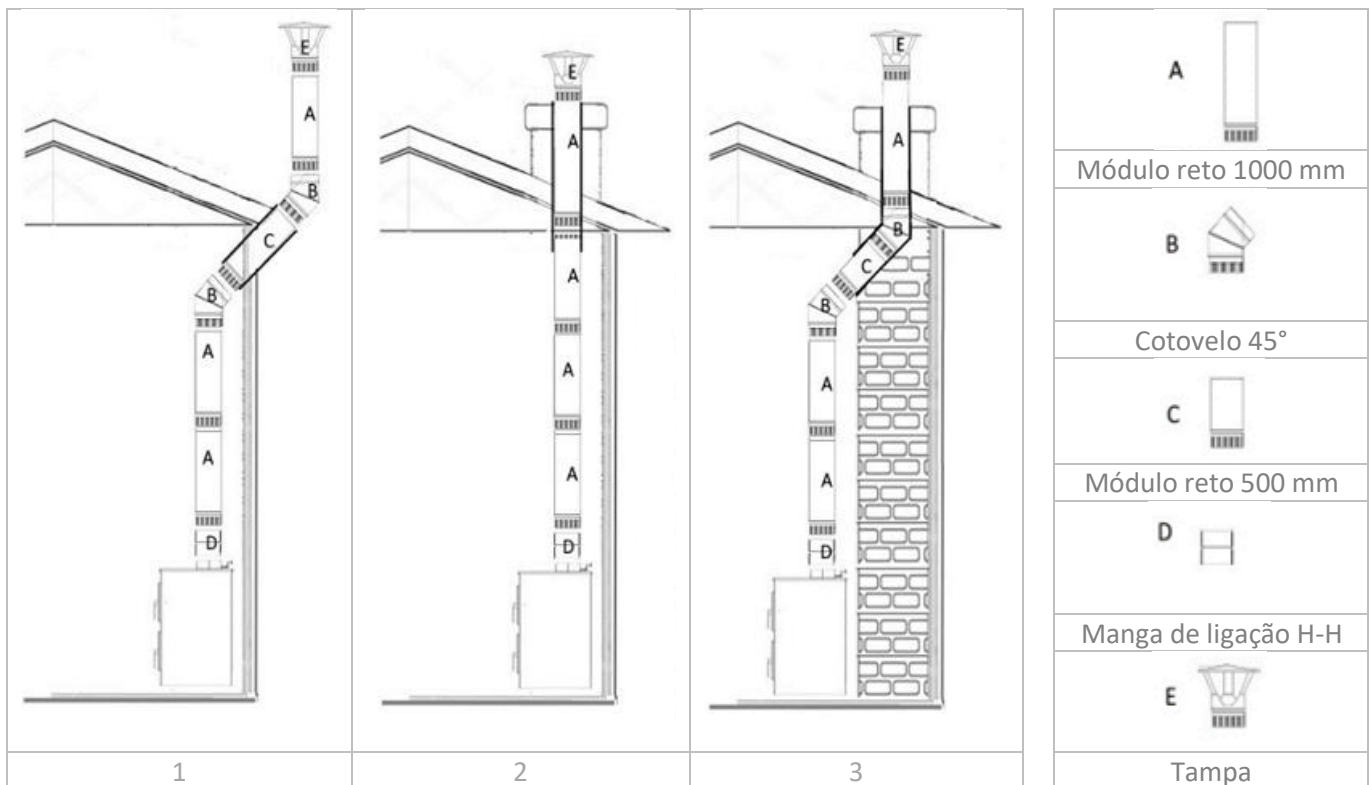

Figura 2
3. **SECÇÃO VERTICAL (A).** O comprimento total do tubo vertical necessário para atingir o telhado para a tiragem natural (depressão dos gases de combustão) pode variar de instalação para instalação, dependendo de vários fatores, mas geralmente varia de aproximadamente 4 m a 6 m. No entanto, o desempenho ideal é garantido com um vácuo mínimo de aproximadamente ± 15 Pa (pascal).
4. **COTOVELO (B).** Caso sejam necessárias curvas (ver desenhos 1 e 2 na Figura 2), os ductos serão ligados através de cotovelos. Estes podem ter até 45° e não devem ser estreitados. Deve-se ainda considerar o seguinte:
5. **SECÇÃO HORIZONTAL (C).** A conduta de ligação ou secção horizontal da chaminé deve ser concebida com o menor comprimento possível, evitando ao máximo mudanças de direção e de secção. Para tal, deve-se ter em consideração o seguinte:
6. **MANGA DE UNIÃO (D).** Para a ligação correta da conduta vertical ao colar de saída de fumos m (macho) do fogão, é necessária uma tomada h/h (fêmea/fêmea) de modo a que a extremidade m (macho da conduta vertical) fique virada para baixo).
7. **TAMPA DE CHAMINÉ (E).** Para uma evacuação adequada do fumo e para evitar as influências do vento, são necessárias determinadas distâncias mínimas da tampa da chaminé. Veja a figura seguinte: